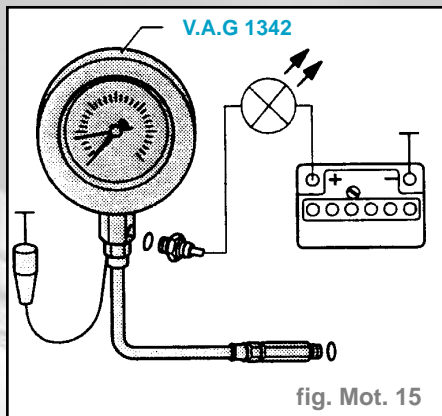

fig. Mot. 15
- Déposer le contacteur de pression d'huile (isolation noire) et le visser dans l'appareil de contrôle (fig. Mot. 15).